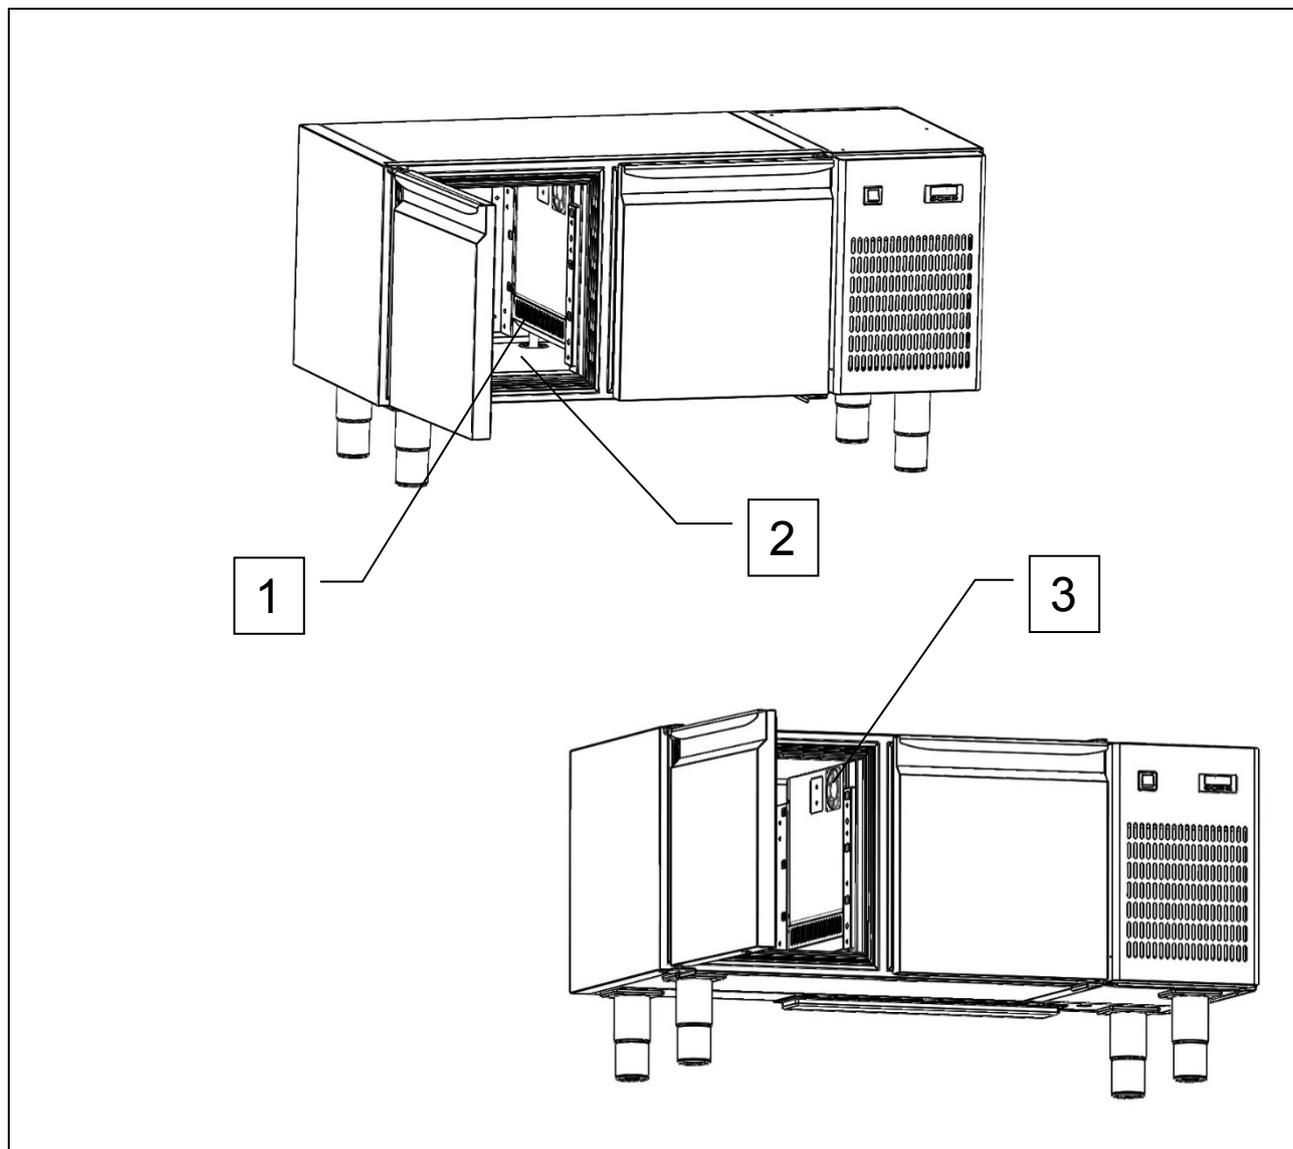

Fig. 4
- con condotti di aerazione (rif. 1, fig. 4) ostruiti ;
- con prodotti alimentari vari (cibi e bevande) posti a ridosso delle griglie di ventilazione interne (rif. 3, fig. 4), o direttamente sul fondo della cella (rif. 2, fig. 4).